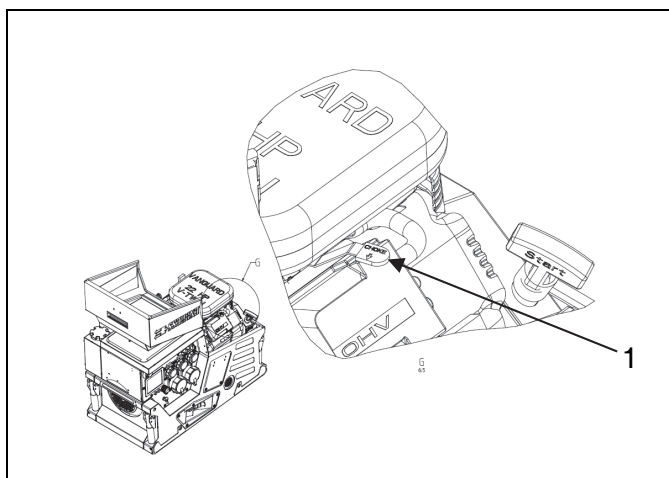

Fig. 41: Tirar del estárter
1. Mover el estérter manualmente en la dirección de la flecha (*Fig. 41-(1)*) (con el motor frío hasta el tope / con el motor caliente algo menos) y sujetarlo.
3. Volver a situar el estérter (*Fig. 41-(1)*) en la posición básica.
2. Mover el estérter (*Fig. 41-(1)*) (con el motor frío hasta el tope / con el motor caliente algo menos) y sujetarlo.